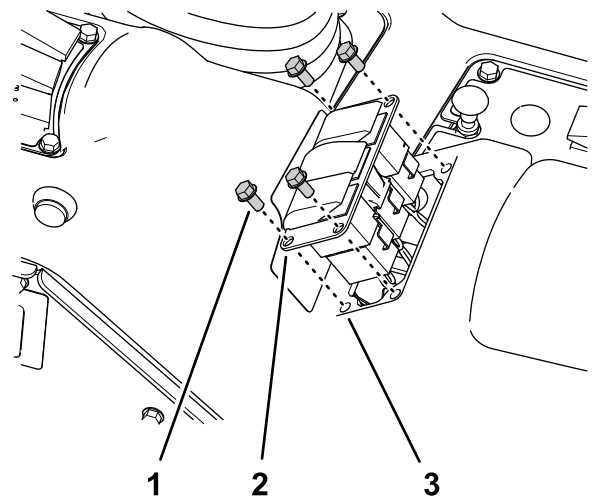

Figura 31
3. Desconecte el conector hembra de 8 vías del arnés de cables de la máquina (marcado **Rate Switch**) del conector de 8 pines del interruptor (Figura 31).
1. Retire los 4 tornillos con arandela prensada (1/4" x 1/2") que sujetan el panel de 3 interruptores a la consola de control (Figura 31).
6. Alinee el tapón del interruptor con el orificio del panel de 3 interruptores de donde retiró el interruptor de caudal (Figura 31).
7. Inserte el tapón del interruptor en el panel de 3 interruptores hasta que el tapón encaje firmemente en el panel (Figura 31).